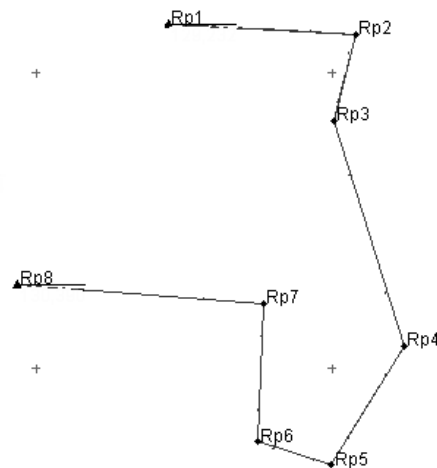

Рис. 1.8
2. На вкладке **Теодолитные ходы** введите результаты измерений хода с координатной привязкой (рис. 1.8). Класс точности плановых измерений – **теод.ход, мкр, трн**.